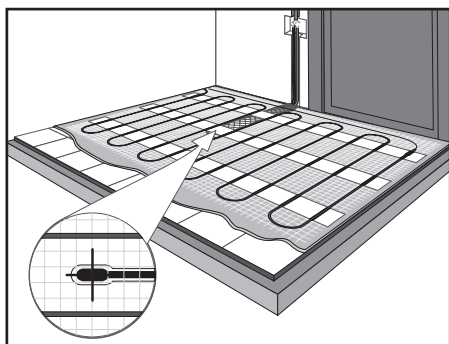

Рис. 15
9) Уложите нагревательный мат. Проследите, чтобы место расположения датчика температуры оказалось на равном расстоянии между витками нагревательного кабеля (рис. 15).